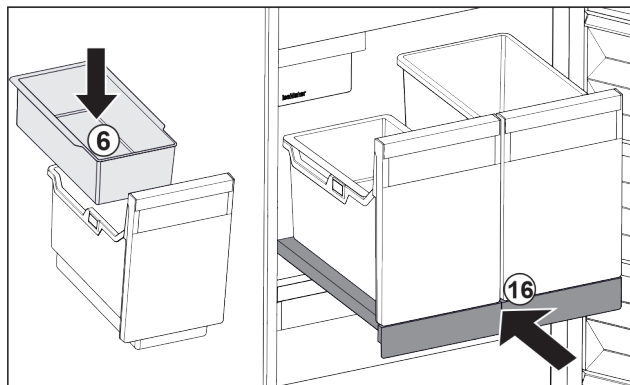

Fig. 35
- ▶ Włożyć półkę zawieszoną Fig. 35 (6) na kostki lodu.
- ▶ Wsunąć wysuwaną półkę z pojemnikiem (IceTower). Fig. 35 (16)